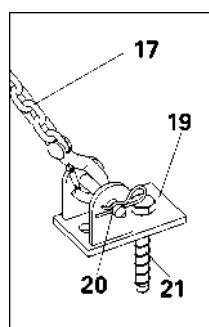

Fig. A10.05
1. Colocar a placa de base RS (19) na construção existente com o parafuso PERI 14/20 x 130 (21). Ângulo da Bastidor 60°. (Fig. A10.05)